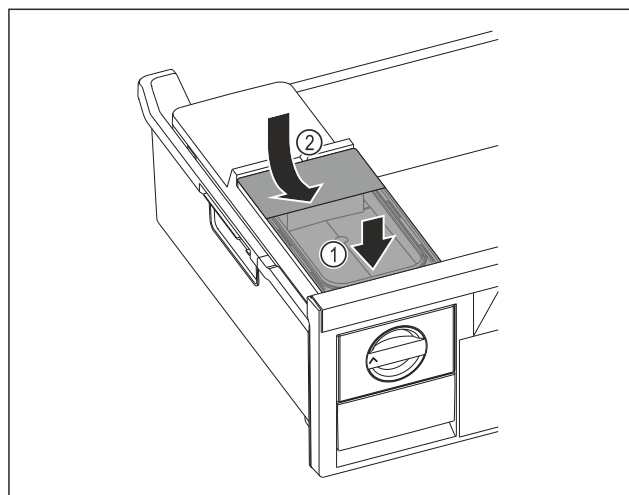

Fig. 214
- ▶ Установите бак для воды спереди. Fig. 214 (1)
- ▶ Опустить бак для воды сзади. Fig. 214 (2)